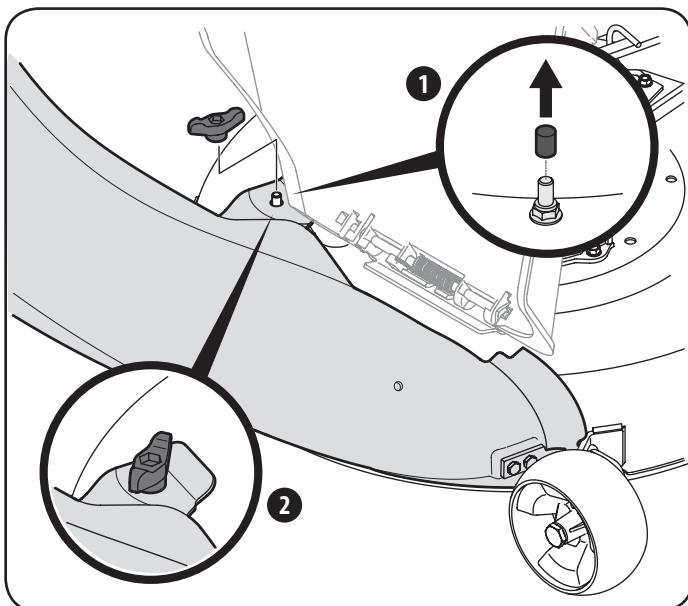

Figura 21
3. Fije el codo del canal a la plataforma con la perilla de aletas (720-04122) del paquete de herrajes 689-00312. Consulte la Figura 21.
Nota: Si la hubiera, retire la cubierta protectora del prisionero de montaje en la plataforma de corte como se muestra en el recuadro superior de la Figura 21.